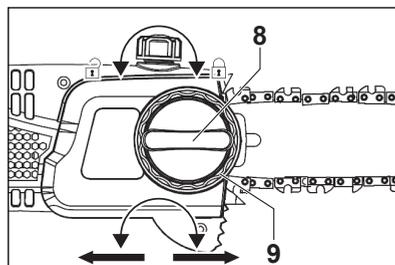

Fig. 9
- > Tournez la molette de tension [9] dans le sens des aiguilles d'une montre jusqu'à ce que les maillons d'entraînement touchent juste le bord inférieur du guide-chaîne [5] (fig. 9, 10).